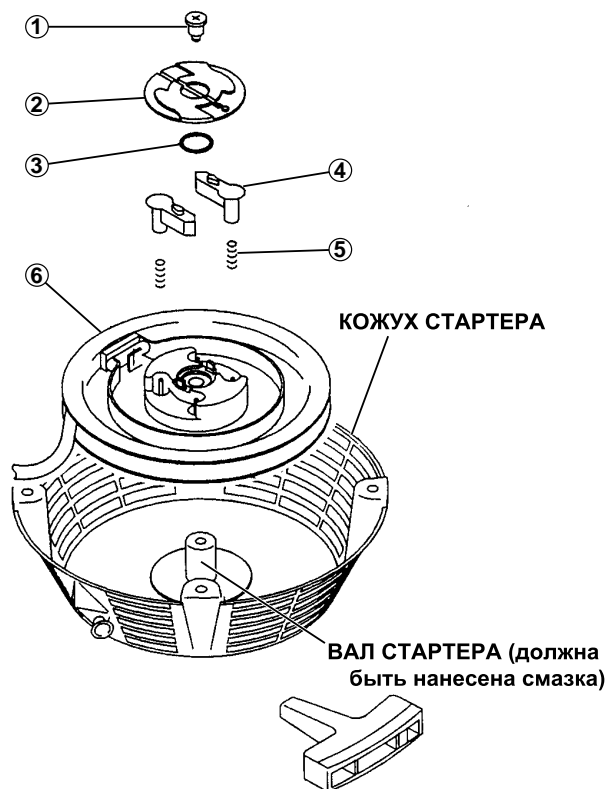

Рис. 9-3
- (5) Снимите каждую деталь в соответствии с рис. 9-3
Сборка деталей осуществляется в порядке, обратном разборке, показанной на рис. 9-3.